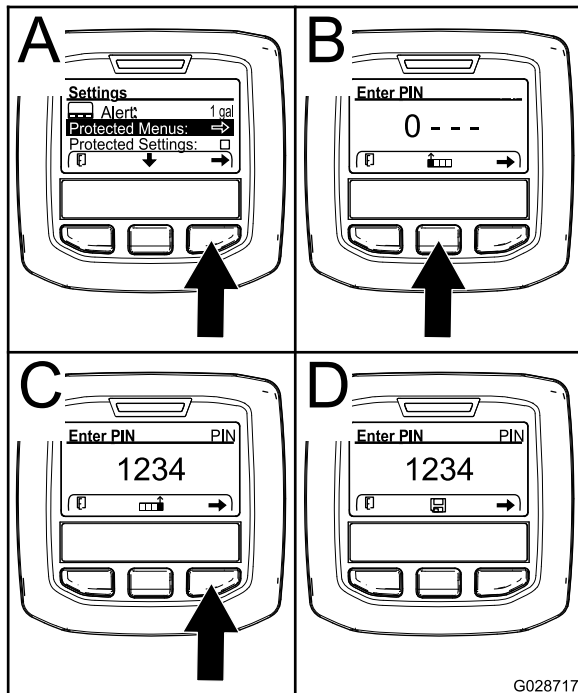

Figura 71
4. Pulse el botón de selección derecho para seleccionar Menús protegidos (Figura 71 A).
- Pulse el botón de selección central (Figura 71 A) para aumentar el valor numérico (de 0 a 9).
- Pulse el botón de selección derecho (Figura 71 C) para mover el cursor hasta la siguiente posición numérica a la derecha.
Nota: Aparece el icono Guardar encima del botón de selección central (Figura 71 D).